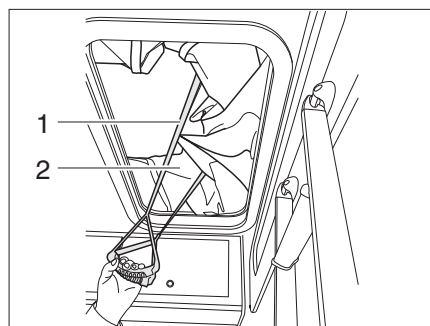

Fig. 53 Chiusura del tetto sollevabile
- Chiudere i tiranti di gomma nel tetto sollevabile per non incastrare i soffietti di stoffa (Fig. 53,2).
- Abbassare il tetto sollevabile tirando per i dispositivi di trazione (Fig. 53,1).